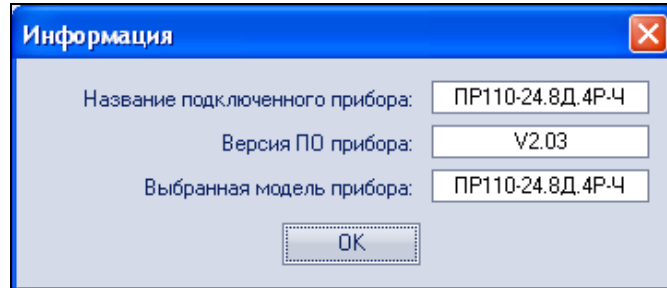

Рисунок 3.9 – Экранная форма с информацией о ПР
10) **информация о подключенном типе ПР и версии программного обеспечения** может быть получена при помощи кнопки на панели инструментов () , рисунок 3.9;